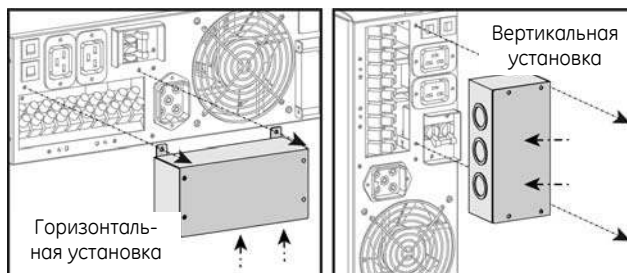

рис. 3.3.6.a
2. Прорежьте соответствующие отверстия в крышке. Зафиксируйте входной и выходной кабели с помощью муфт (рис. 3.3.6.b).
3. ВХОД. Подключите входной кабель к клеммам "L" (фаза), "N" (нейтраль) и проводник заземления к клемме "≡". **Заземление обязательно!** (рис. 3.3.6.c).